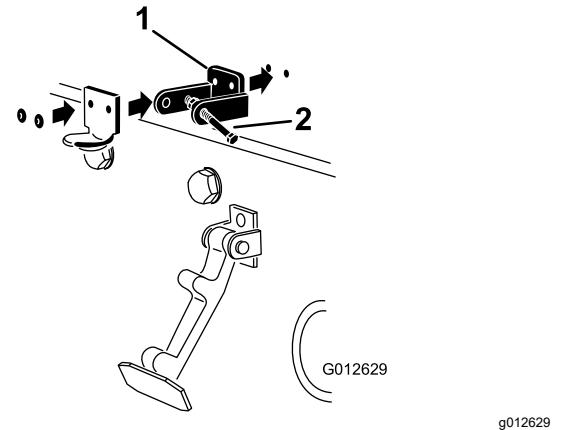

Figure 16
**Remarque:** Le support de loquet doit être appuyé contre le capot (Figure 16). Ne retirez pas le boulon et l'écrou du bras du support de loquet.
5. Rivez les supports et les rondelles sur le capot (Figure 16).